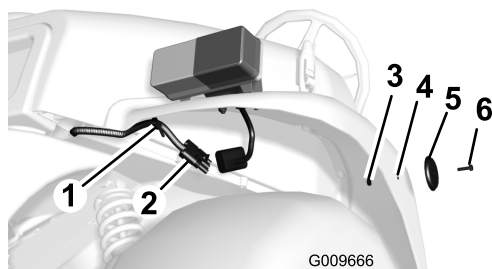

Figura 14
3. Fate passare il connettore sotto il parafrangente anteriore e fissatelo alla parte inferiore del parafrangente con il dispositivo di ancoraggio di plastica presente sul cablaggio (Figura 14)
2. Montatene uno sul lato di ogni parafrangente anteriore in corrispondenza del foro praticato in precedenza (Figura 14).